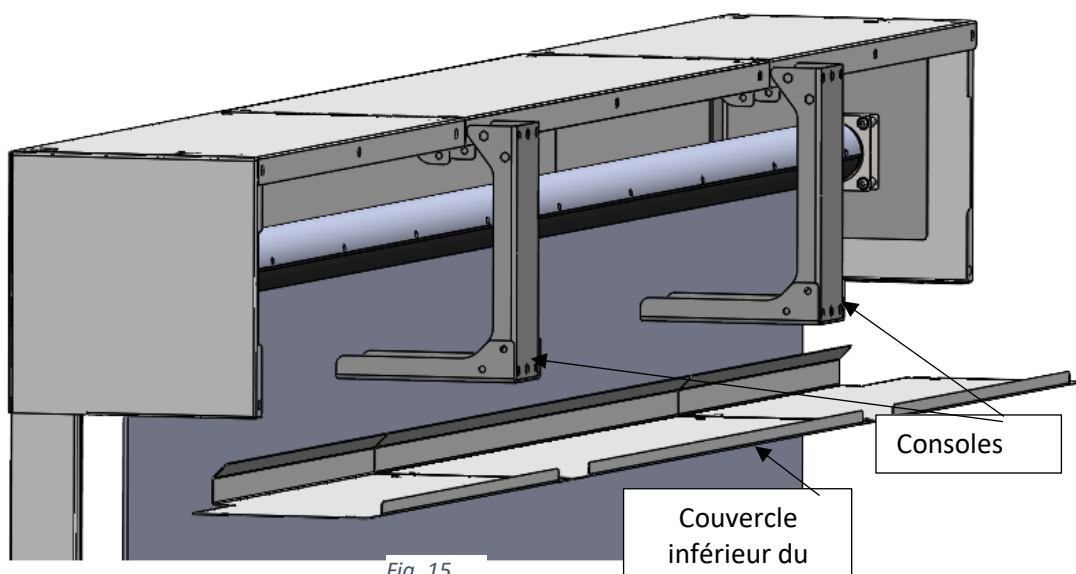

Fig. 15
- Installer la partie inférieure avant des supports et le couvercle inférieur du coffre (voir figure 15).